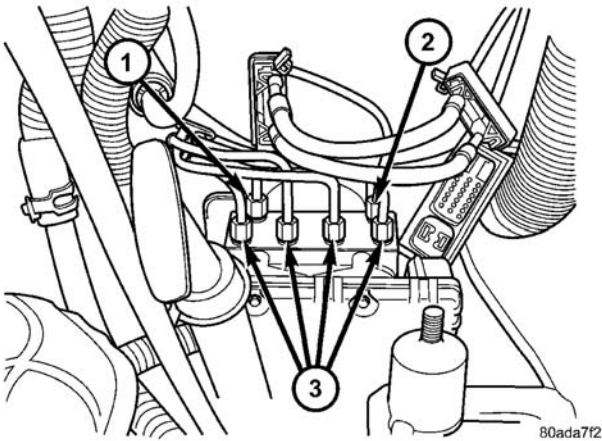

图 14 在 ICU 处的制动油管
（12）从 HCU 上的出口孔卸下制动器螺母（4）（图 14）。
（13）从 HCU 上的入口孔卸下主、副制动油管（图 14）。
- (9) 将 (4) 底盘制动油管装入其在 HCU 阀体上的正确孔位，如（图 14）所示。将管螺母拧紧至 17 N • m (145 in.lbs.) 的扭矩。